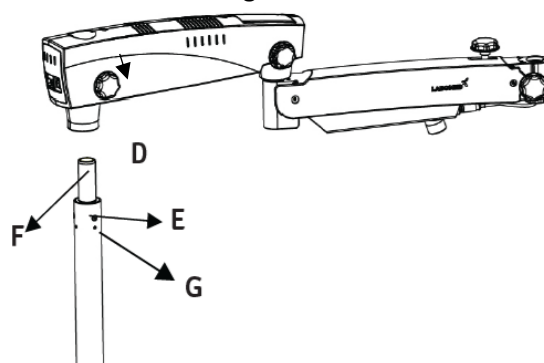

Figura 30
7. Saque el conjunto del brazo de la misma caja y siga las instrucciones a continuación: (consulte la figura 30)
- a. Asegúrese de que la perilla de bloqueo del brazo giratorio (D) esté ligeramente aflojado.
- b. Monte el conjunto del brazo en el eje (F).
- c. Alinee los tres orificios (E) con el orificio roscado en el eje (F).
- d. Utilice una llave Allen de 4 mm y apriete 2 M6x16 mm. Tornillos Allen (G).